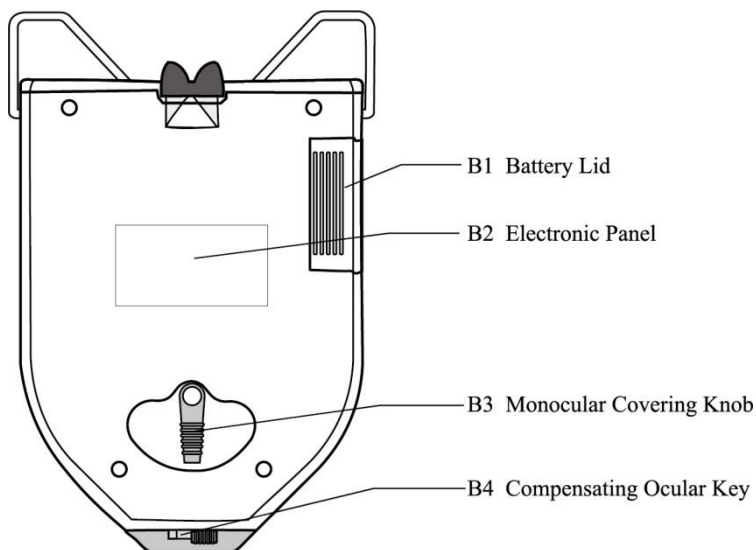
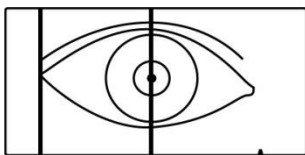
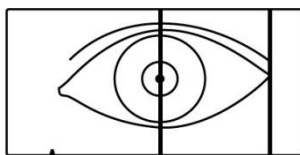

Fig.3
Fig.8a (Măsurarea distanței pupilare drepte)
Fig.8b (Măsurarea distanței pupilare stângi)
A. Când trebuie să măsurați distanța pupilară stângă sau dreaptă, vă rugăm să rotiți butonul de acoperire monocular (așa cum se arată în Fig.3 B3), care poate acoperi complet celălalt ochi (așa cum se arată în Fig.8a și Fig.8b)